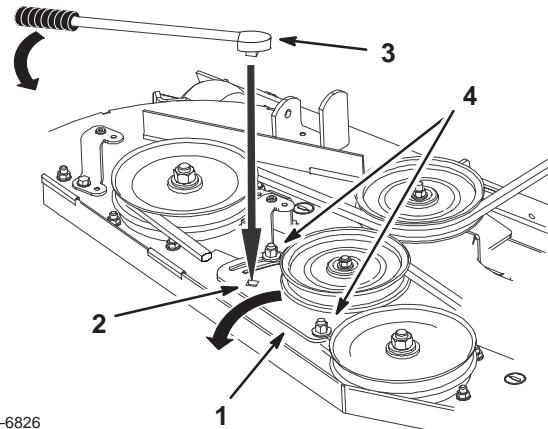

Figure 76
4. Desserrez l'écrou de fixation de la plaque du bras de tension et déplacez la plaque pour détendre la courroie sur la poulie de tension (Fig. 76).
- Si un réglage est nécessaire, desserrez la plaque du bras de tension et effectuez le réglage (Fig. 76).
- Insérez un manche à rochet ou une barre de levier dans le trou carré de la plaque pour régler la tension (Fig. 76).
- Pour augmenter la tension de la courroie, tournez la plaque de la poulie de tension jusqu'à ce qu'une résistance soit sentie et que la rotation s'arrête. Ne continuez pas quand elle s'arrête (Fig. 76).
- Serrez les boulons de fixation de la plaque (Fig. 76).
10. Réglez la tension de la courroie et la plaque de la poulie de tension au besoin, et serrez fermement toutes les fixations (Fig. 76).